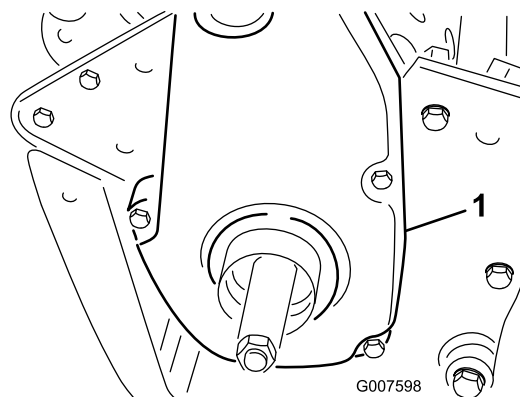

Рисунок 43
1. Снимите детали крепления крышки ремня и саму крышку, чтобы открыть доступ к ремню (Рисунок 43).